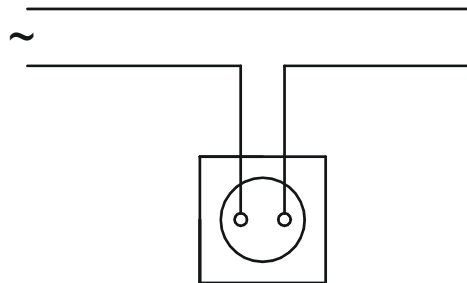

Рис.5. Схема непосредственного подключения к сети амперметров
7.6 Прибор подключайте к сети согласно схемам, приведенным на рис. 5,6,7,8 и 9.